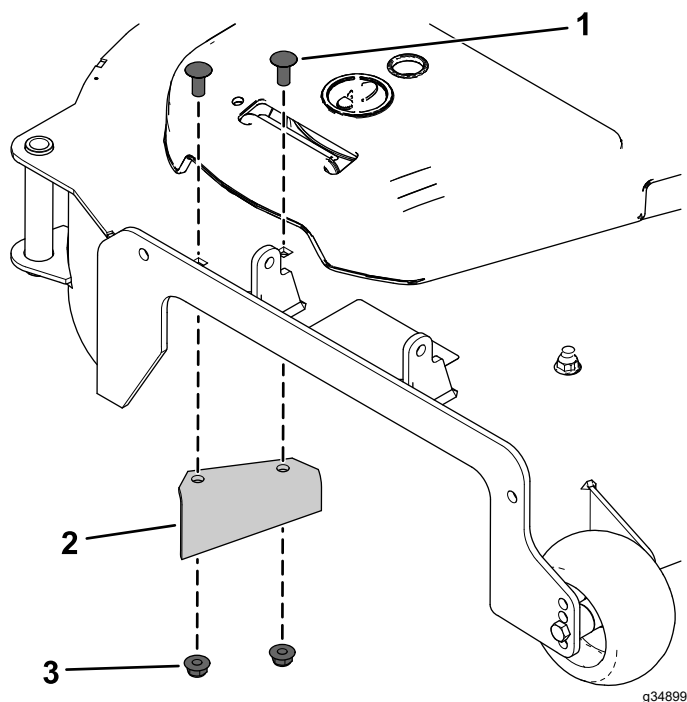

Figura 2
1. Remova o abafador do depósito de recolha existente, dois parafusos de carroçaria e duas porcas de bloqueio (Figura 2).